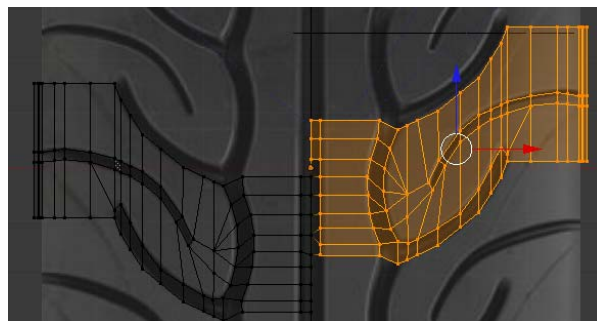

Figura 5.97
30. Na janela Front Ortho, seleccione a metade direita da malha e desloque-a segundo zz ajustando-a à imagem do rasto. E proceda às alterações da colocação dos vértices e arestas que lhe pareçam relevantes, figura 5.97.